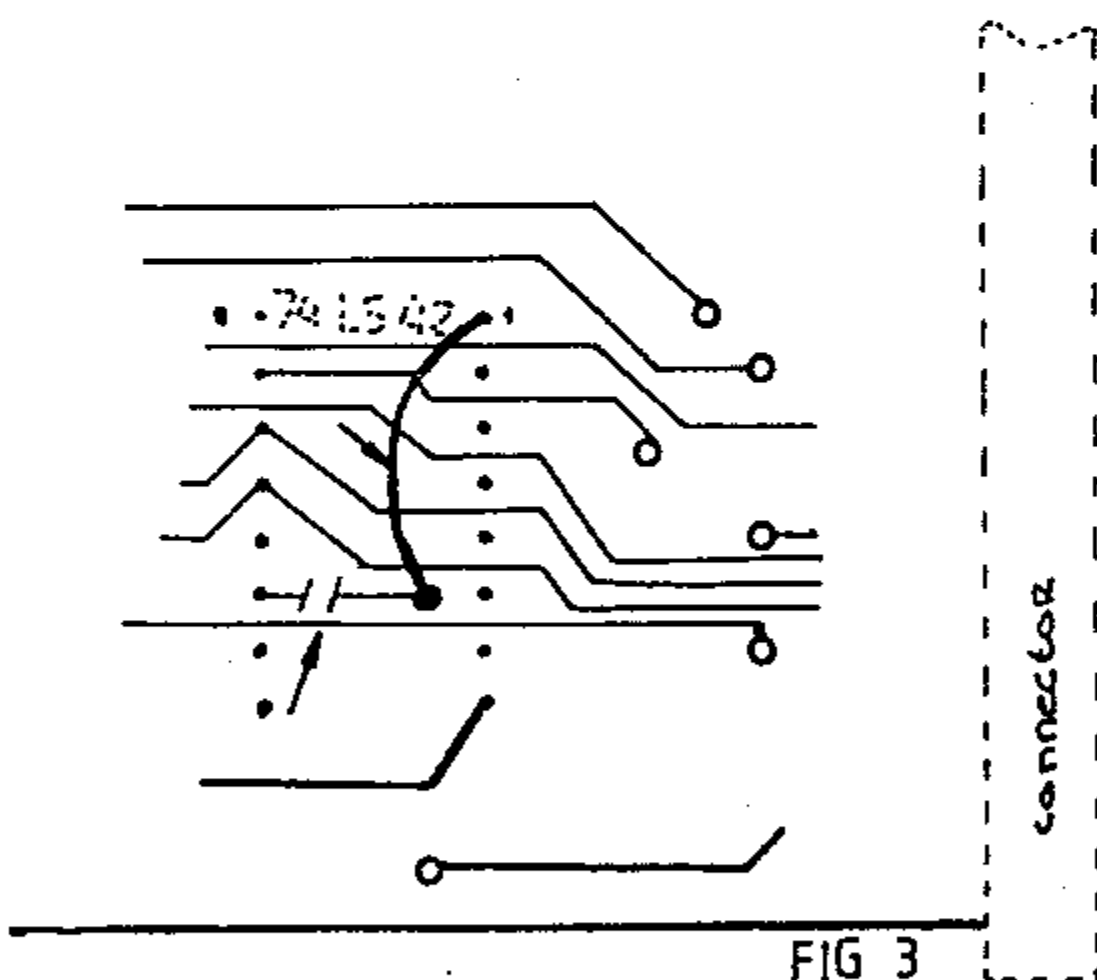

FIG 3
- 2) Leg nu een verbinding van het doormetaliseringsgaatje van het net onderbroken printspoor naar pin 1 van IC14 (fig. 3)